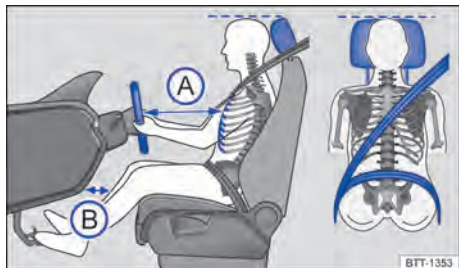

Fig. 24 Distância correta do condutor em relação ao volante, posição correta do cadaço do cinto de segurança e ajuste correto do apoio para cabeça.
- Ajustar o banco do condutor na direção longitudinal de modo que os pedais possam ser acionados com as pernas ligeiramente arqueadas e a distância para o painel de instrumentos na área do joelho seja de, no mínimo, 10 cm → Fig. 24 (B).
- Ajustar o banco de modo que a distância entre o volante e o tórax tenha no mínimo 25 cm → Fig. 24 (A) e que o condutor possa segurar o volante pela borda externa com as duas mãos e os braços ligeiramente dobrados.
- Para os bancos com apoio para cabeça: ajustar o apoio para cabeça de modo que a sua borda superior se encontre preferencialmente na mesma linha da parte superior da cabeça → Fig. 24 – porém não abaixo da altura dos olhos. Posicionar a parte posterior da cabeça o mais perto possível do apoio para cabeça.